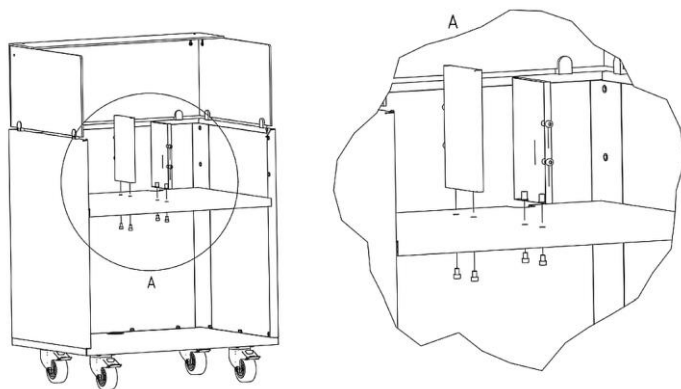

Рис. 8
- Тримайте вставну полицю у необхідному напрямку монтажу над передбаченими для цього отворами в вставній полиці (рис. 8).